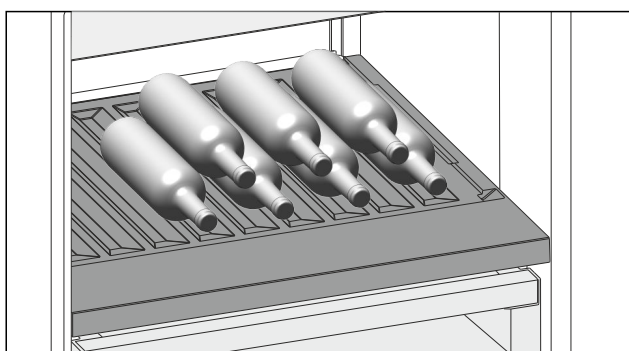

Fig. 225 Reprezentare exemplificatoare
- Introduceți sticlele cu fundul în spate, către peretele posterior. (vezi Fig. 225)